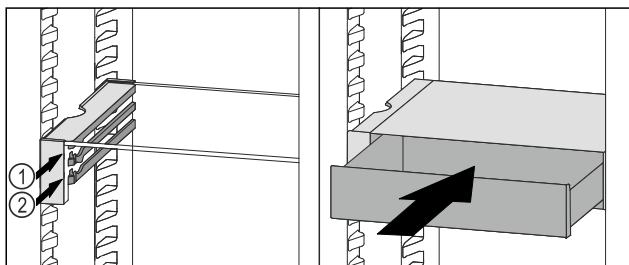

Fig. 180
- Stavite ladicu VarioSafe ukoso iza zaustavljača na željeni žlijeb Fig. 180 (1) ili Fig. 180 (2).